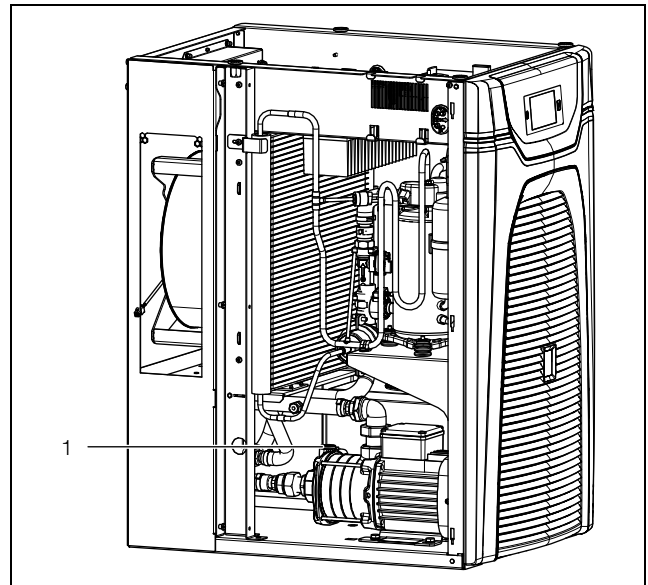

Imagen 39: Purgado de la bomba del medio refrigerante
- Purgue la bomba del medio refrigerante (en reposo) abriendo el tornillo de purga (imagen 39, pos. 1). La purga de la bomba concluye en el momento que rebosa medio refrigerante del tornillo de purga.